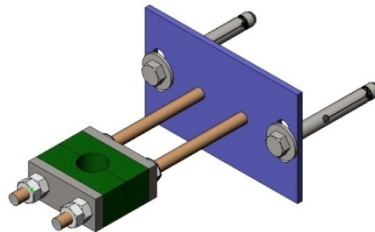

Abb.9
- Es wird empfohlen alle 1,5 m einen Spindelhalter (Abb.9) anzubringen.